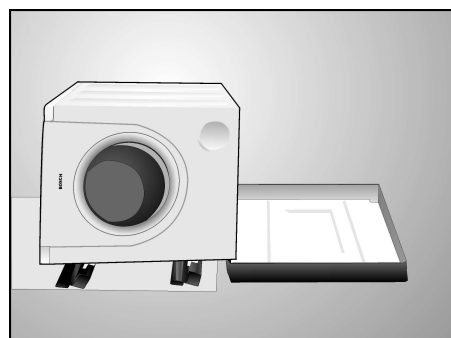

Figure 6
4. Couchez l'appareil sur son côté **GAUCHE** (voir la **Figure 6**).